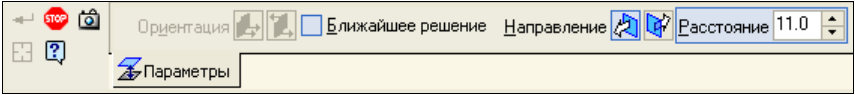

Рис. 21.12. Панель свойств: На расстоянии
- ♦ активизируйте на **Компактной панели** панель инструментов **Сопряжения**. В правой части нажмите кнопку **На расстоянии**. На Панели свойств: На расстоянии (рис. 21.12) всего одна вкладка, и ее элементы управления рассмотрены в табл. 21.2;